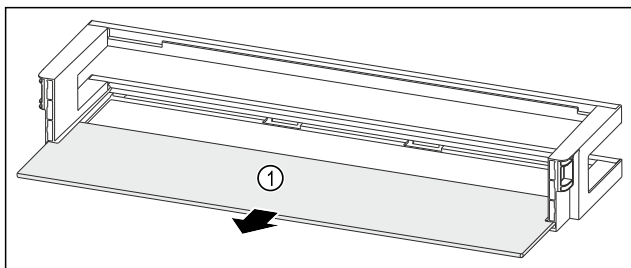

Fig. 118 Dveřní přihrádka s odkládací plochou
- Odkládací plochu Fig. 118 (1) odeberte.